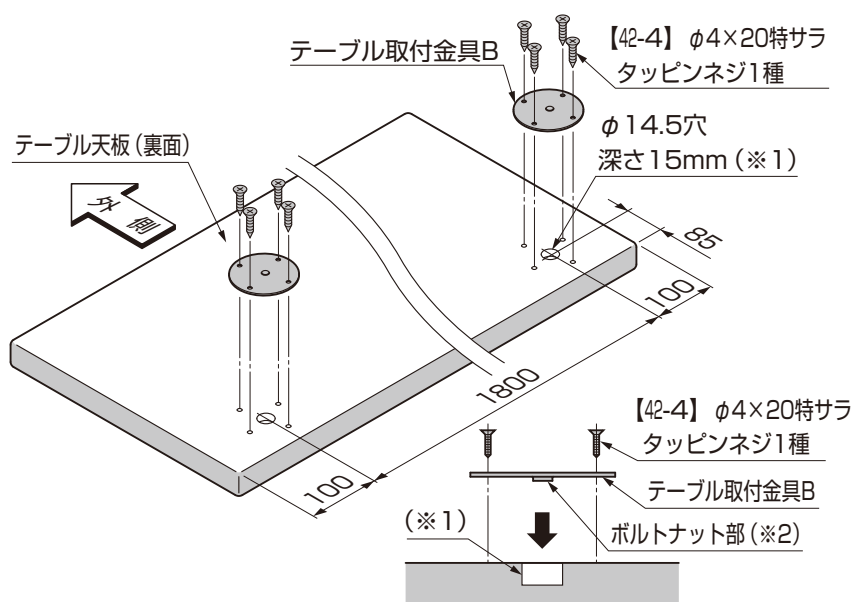

図3-1 ボルトナット部の勘合
- ①取付けサイズに合わせて、内装用枠材Aを切断(現場加工)してください。(表3-1、表3-2参照)
- ②内装用枠材Aに、内装用枠材Bまたは内装用枠材Cを突き当てて、内装用枠材固定金具を当てて、 $\phi 3.5$ の下穴 (現場加工) (※2)をあけてください。(図3-1、図3-2参照)
- ③内装用枠材Aに、内装用枠材Bと内装用枠材Cを【43-1】で取付けてください。
- 内装用枠材Bは、内装用枠材Aの端面に合わせて(※4)取付けてください。(図3-1参照)